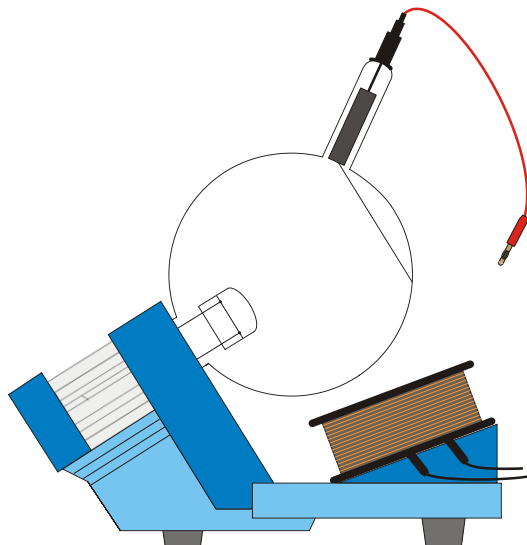

Fig.4 Montaje de la bobina adicional
- Se coloca la bobina adicional en el soporte de tubo de acuerdo con la Fig. 4.